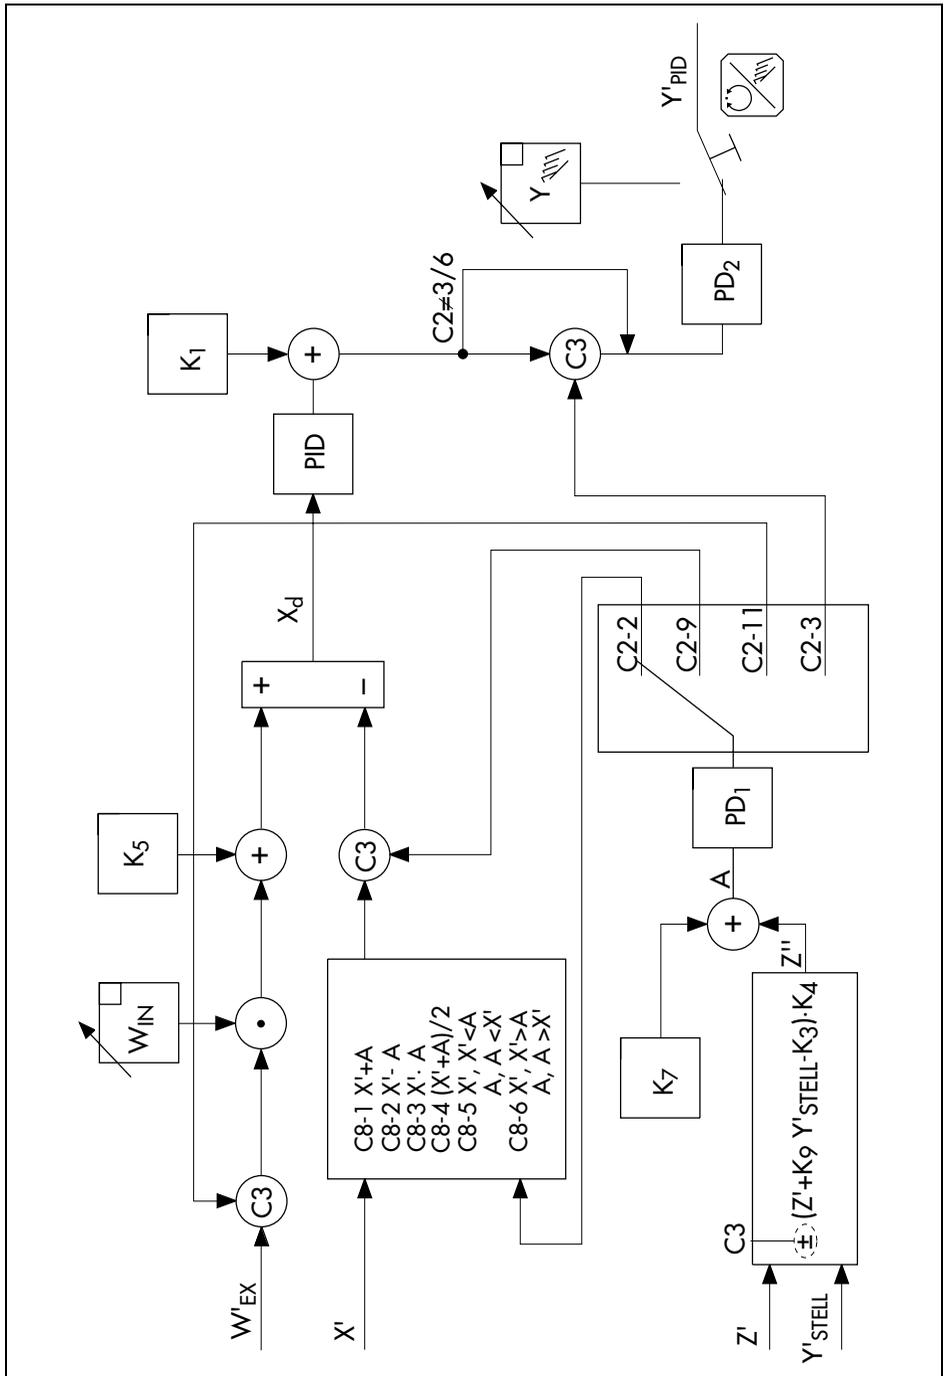
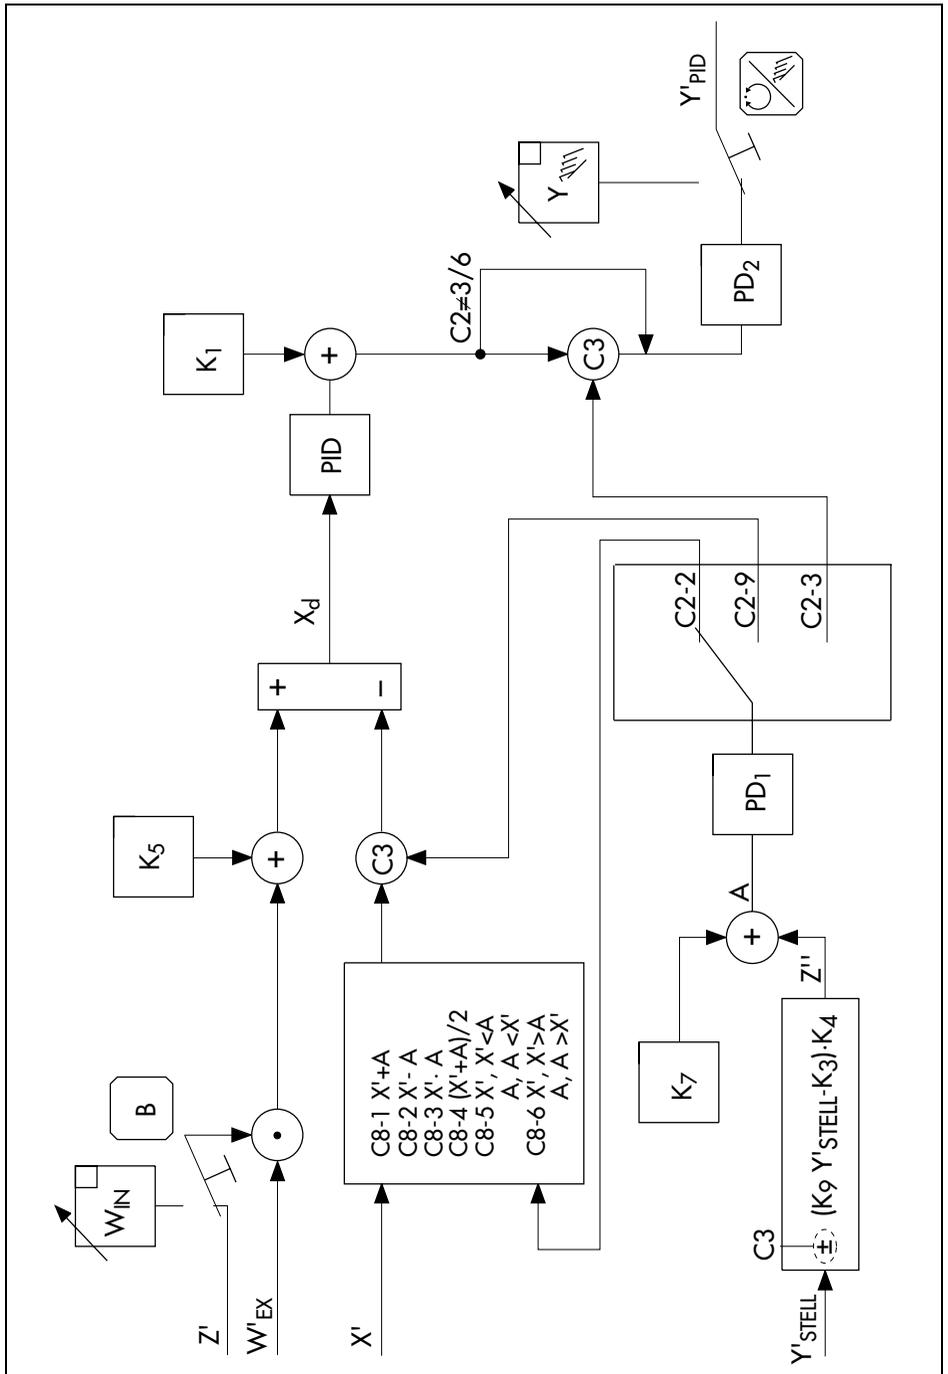

Bild 35 · Störgrößenaufschaltung bei der Verhältnisregelung mit interner Verhältnisvorgabe
Bild 36 · Störgrößenaufschaltung bei der Verhältnisregelung mit Umschaltung der Verhältnisvorgabe
Die Verhältnisregelung wird über die Konfigurierschalter C1-7 oder C1-8 aufgerufen. Eine Störgrößenaufschaltung ist bei der Verhältnisregelung mit internem Verhältnis (C1-7) durch die Eingangsgrößen  $Z'$  und  $Y'$ STELL möglich. Bei der Verhältnisregelung mit Umschaltung zwischen internem und externem Verhältnis ist sie nur über das Eingangssignal  $Y'$ STELL realisierbar. Im Bild 35 und Bild 36 werden die Varianten der Störgrößenaufschaltung bei der Verhältnisregelung gezeigt. Es sind wieder die Konfigurierblöcke C2, C3 und C8 einzustellen.
##### Verhältnisregelung mit internem Verhältnis (Bild 35)
**Verhältnisregelung mit Umschaltung zwischen internem und externem Verhältnis (Bild 36)**